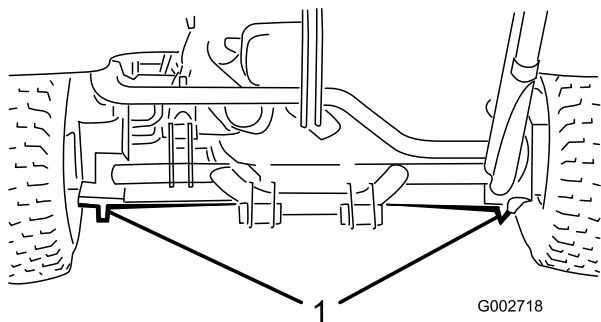

Рисунок 20
- На левой или правой стороне – под задним колесным мотором или под рамой (Рисунок 20).